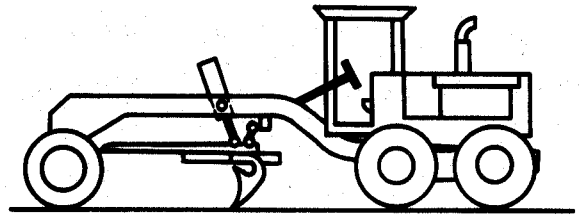

Figure 2 — Niveleuse à six roues
5.1.1.2 À six roues (voir figure 2)